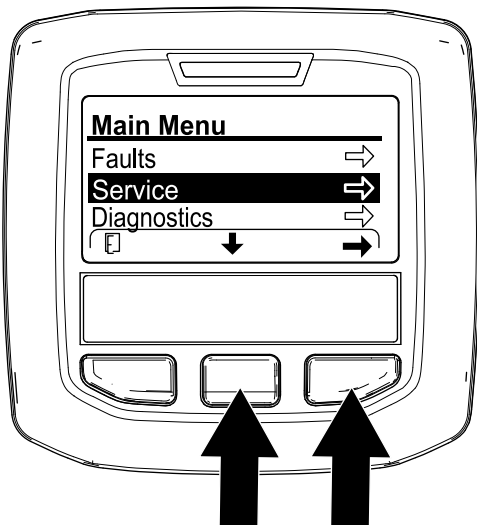

Рисунок 130
2. В инфо-центре перейдите в MAIN MENU (ГЛАВНОЕ МЕНЮ) (Рисунок 130).